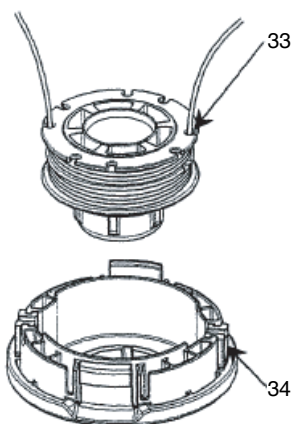

Fig. 40
(5) Insérez les deux bouts libres du fil dans le guide-cordon (34) lorsque vous placez la bobine dans le boîtier. (Fig. 40)